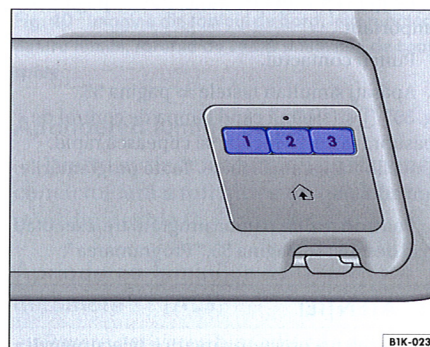

Fig. 39 Unitatea de comandă: Tastele și unitatea de emisie pentru telecomanda programabilă, în parasolar
Pe tastele ⇒ fig. 39 1, 2 și 3 se pot memora funcțiile a maxim trei telecomenzi diferite (de ex. pentru deschiderea porții garajului, pentru alarma din casă sau pentru instalațiile electrice).
• Apăsați tastele ⇒ pagina 55, **fig. 39** ① și ③ până când lampa de control de deasupra tastei ② începe să clipească. Apoi eliberați ambele taste. Astfel se șterge reglajul efectuat din fabricație. Acest procedeu nu trebuie repetat pentru programarea celorlalte taste. Dacă veți menține tastele apăsată mai mult timp, reglajul din fabricație se reia. Trebuie să începeți din față.
• Mențineți telecomanda produsului (de ex. dispozitivului de deschidere a porții garajului) la o distanță de circa 0 - 30 cm față de tastele din parasolar ⇒ pagina 55, **fig. 39**.
• Apăsați și mențineți tasta dorită de pe telecomandă împreună cu tasta ①, ② sau ③, până când lampa de control de deasupra tastei ② clipește mai întâi rar, apoi des.
• Apăsați tasta corespunzătoare de pe parasolar ⇒ pagina 55, **fig. 39**, pentru a executa funcția dorită ⇒
• Mențineți telecomanda produsului (de ex. dispozitivului de deschidere a porții garajului) la o distanță de circa 0 - 30 cm față de unitatea de emisie ⇒ pagina 55, **fig. 39**.
• Apăsați și mențineți apăsată tasta de pe telecomandă împreună cu tasta ①, ② sau ③, până
• Cel târziu la 30 secunde după apăsarea "tastei de reglare" de la motorul de acționare trebuie să apăsați tasta ⇒ pagina 55, **fig. 39** ①, ② sau ③. Apăsați aceeași tastă încă o dată, pentru a încheia procesul. La unele sisteme este necesară apăsarea tastei de trei ori.
• Apăsați simultan tastele ⇒ pagina 55, **fig. 39** ① și ③ până când lampa de control de deasupra tastei ② începe să clipească rapid. Apoi eliberați ambele taste. Toate programările sunt anulate.